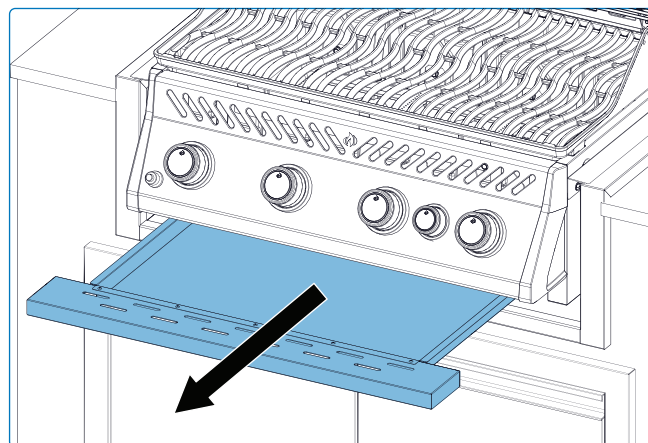

Рис. 14
1. Открутите винт крепления горелки к задней стенке гриля. Сдвиньте горелку на себя и вверх, чтобы ее снять (Рис. 14).